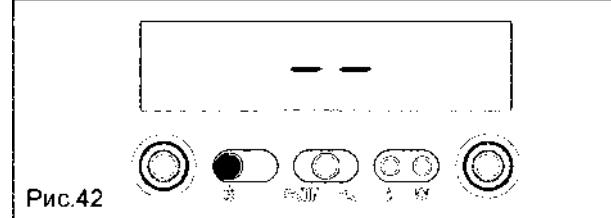

Рис.42
- ⚠ При программировании параметров котел должен быть выключен (OFF). Для этого нажмите кнопку , чтобы на дисплее загорелись две черточки “- -” (рисунок 42).
- Котел перейдет в состояние “- -” (выключен). Для возобновления его работы нажмите  (рис. 42).